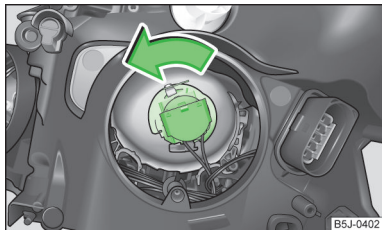

Fig. 156
- > Rotiți conectorul împreună cu becul până la limită, în sensul săgeții » fig. 156 și extrageți-l.